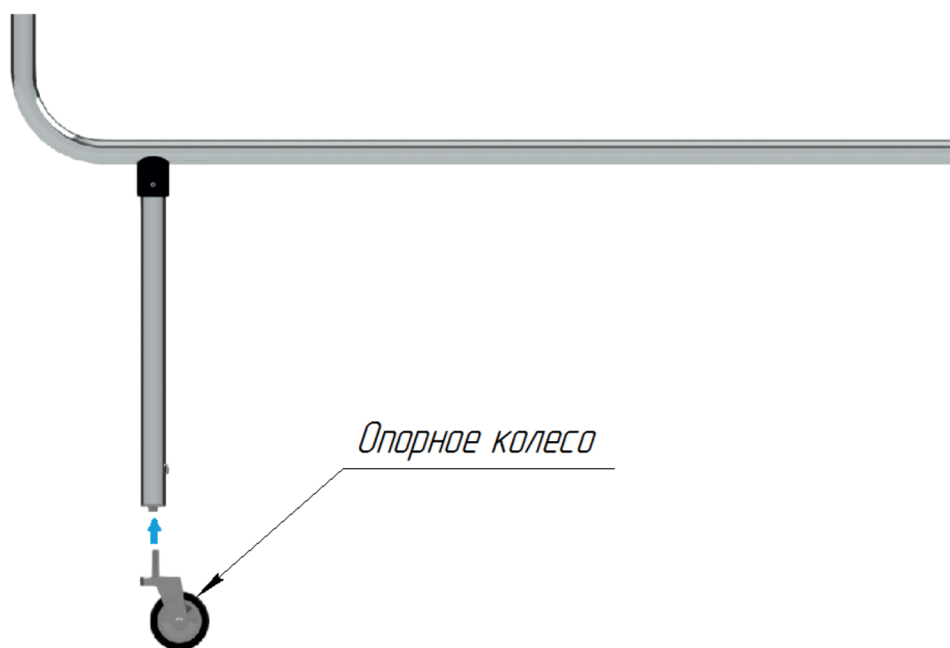

Рисунок 7.2.1 Установка опорного колеса
- 3 Закрутите резьбовую ось опорного колеса в основание опорной планки створки (рисунок 7.2.1);